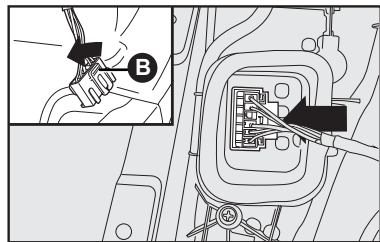

fig. 22
- Quitar el conector actuando en la tapa **B-fig. 22** en el sentido de la flecha;